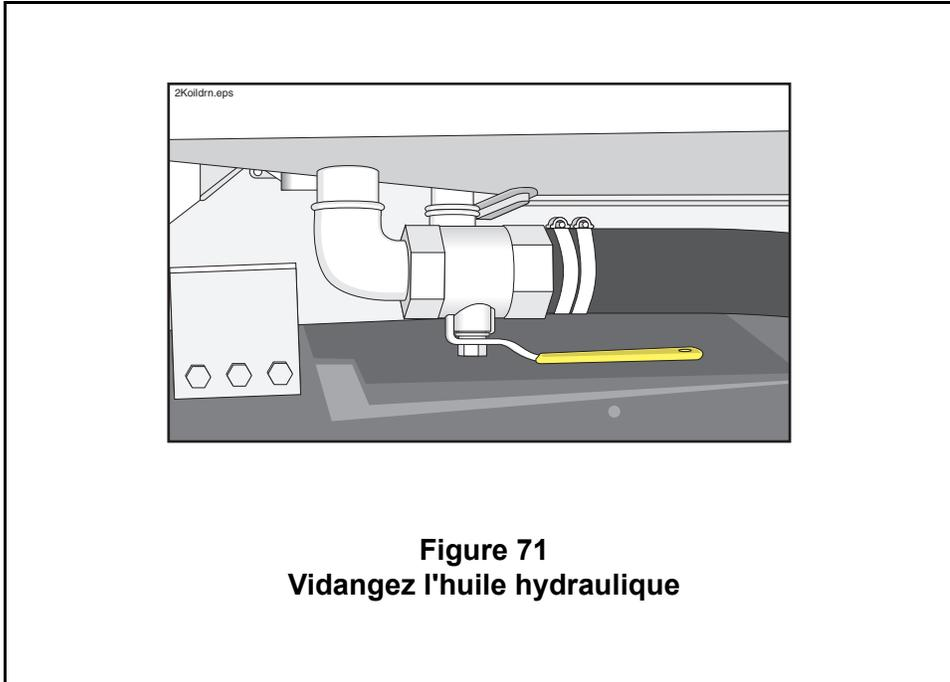

Figure 71
- Déversez l'huile rance dans des récipients à déchets quelconques. L'huile peut être pompée par le couvercle d'inspection situé en haut du réservoir ou évacuée du fond du réservoir (Figure 71).